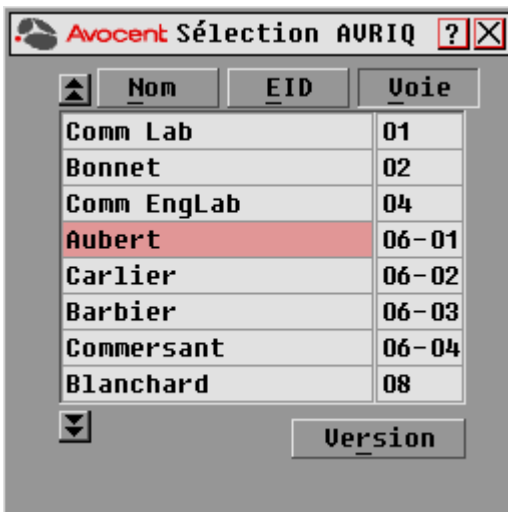

Figure 3.19 : Boîte de dialogue Sélection AVRIQ
3. Pour afficher les informations de version relatives aux différents modules AVRIQ, cliquez sur *AVRIQ* pour ouvrir la boîte de dialogue Sélection AVRIQ, comme indiqué à la Figure 3.19.